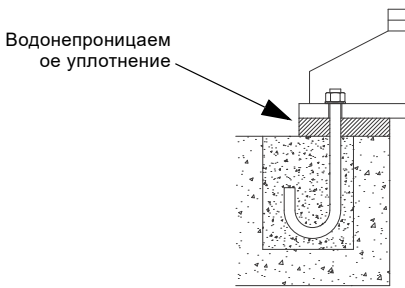

Рис. 14 Расположение водонепроницаемого уплотнения
1. Сделайте водонепроницаемую прокладку между монтажным фланцем и опорной конструкцией из бетона. См. рис. 14.